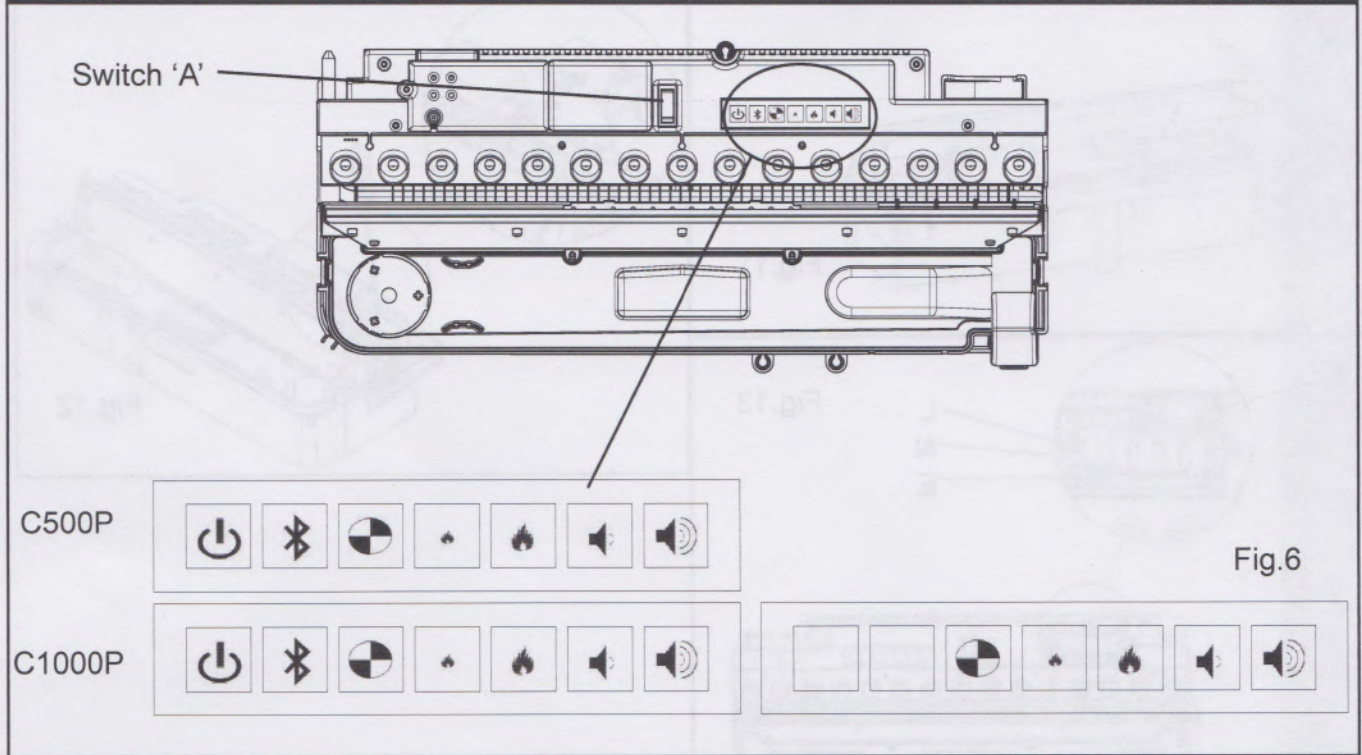

Fig.6
1. Снимите топочную корзину и нажмите выключатель "А" в положение ВЫКЛ (рис. 6).
Ручные элементы управления устройством находятся под топочной корзиной. См. рис. 6